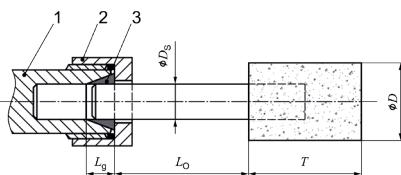

图 1— 夹头与夹爪的夹持长度
- 注意，小型砂轮由于夹爪和砂轮之间的轴长更长而必须降低允许转速（超出部分）。最小夹持长度应保持在 10 mm。（见图 1 及制造商建议的小型砂轮）。